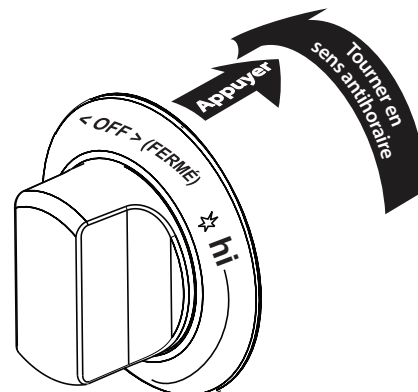

Figure 10 : Bonne façon de régler les brûleurs
2. Appuyer sur le bouton de commande correspondant et tourner dans le sens antihoraire hors de la position < OFF > (fermé), puis tourner le bouton sur la  position (Figure 10).